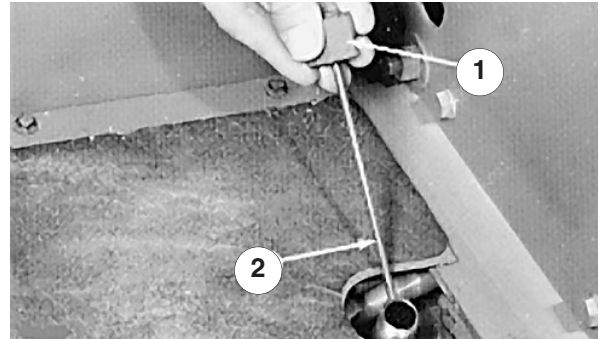

Figure 7
2. Dévissez la jauge du goulot de remplissage (Fig. 7) et essuyez-la sur un chiffon propre. Revissez la jauge à la main dans le goulot de remplissage, puis sortez-la de nouveau pour vérifier le niveau d’huile. Si le niveau est à plus de 13 mm de la rainure de la jauge (Fig. 7), versez suffisamment d’huile pour amener le niveau à la rainure. Le niveau ne doit pas dépasser la rainure de plus de 13 mm